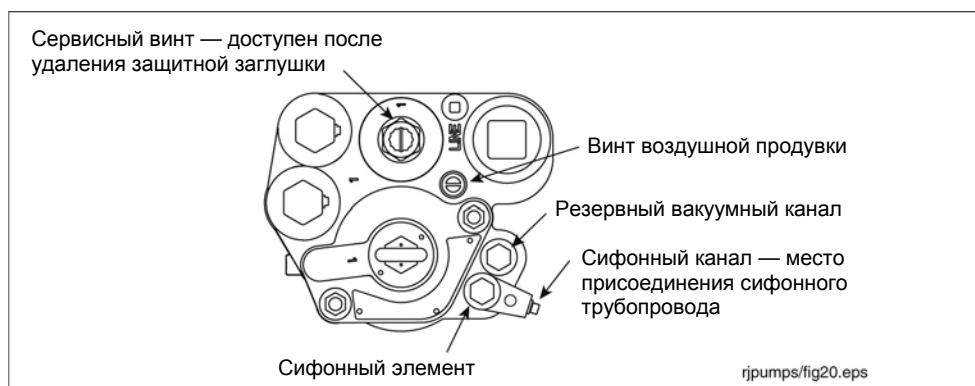

Рисунок 20. Сифонные каналы
2. Снимите и отложите защитную заглушку сервисного винта и поверните его по часовой стрелке (см. рисунок 20). Когда винт приблизится к нижнему положению, начнется сброс давления из системы (это можно определить на слух). Продолжайте вращать винт до упора. После того, как винт дойдет вниз до упора, отверните его на 4 оборота, чтобы открыть обратный клапан и дать топливу стечь из полостей манифольда.
3. Выньте из манифольда заглушку одного из сифонных каналов (см. рисунок 20).
9. Поверните винт воздушной продувки на 2–3 оборота против часовой стрелки (см. Рисунок 20).